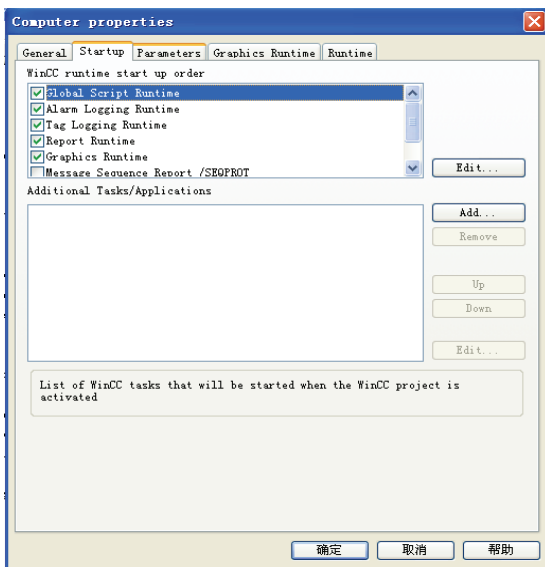

图 4-10 “Startup” 计算机属性
2) 启动 (Startup) (见图 4-10)
① 服务器计算机的启动属性